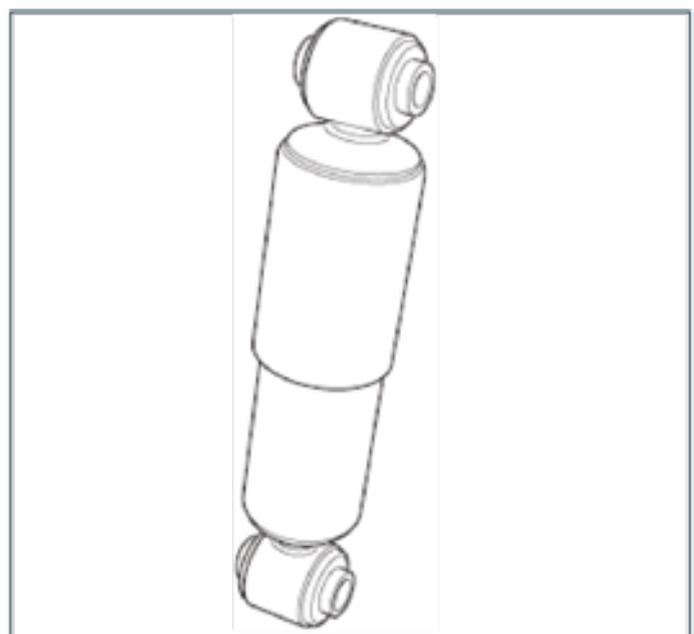

Abb. 4.12b
2. ArvinMeritor-Ride-Control-Einheit in reiner Metallausführung ohne Ausrichtmarkierung (Abb. 4.12b).